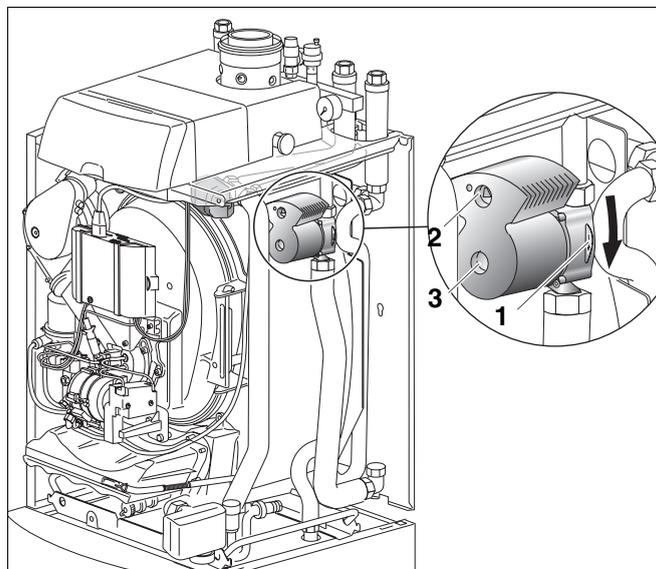

Bild 19 Pumpe
durch Lösen der Inspektionsschraube (Bild 19, **Pos. 3**) an der Pumpe bei heißem Heizkessel.
- Stellen Sie die Pumpe auf mittlere Einstellung (Bild 19, **Pos. 2**).